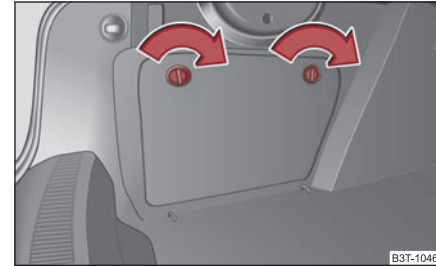
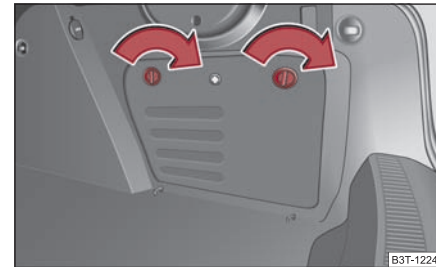

Fig. 123 Portbagajul:
Fig. 124 Portbagajul:
- Compartimentul se poate deschide rotind încuietoarea în sensul săgeții ⇒ fig. 123 ⇒ fig. 124.
În compartimentul din dreapta ⇒ pagina 101, fig. 124 se găsește schimbătorul de CD-uri\*, TV-Tuner-ul\* și trusa de prim-ajutor. ■